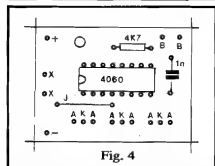

Fig. 4
- **FIG. 4** - "Chapeado" da montagem, ou seja: a placa, agora vista pelo lado **não cobreado**, já com todos os (poucos...) componentes devidamente posicionados.